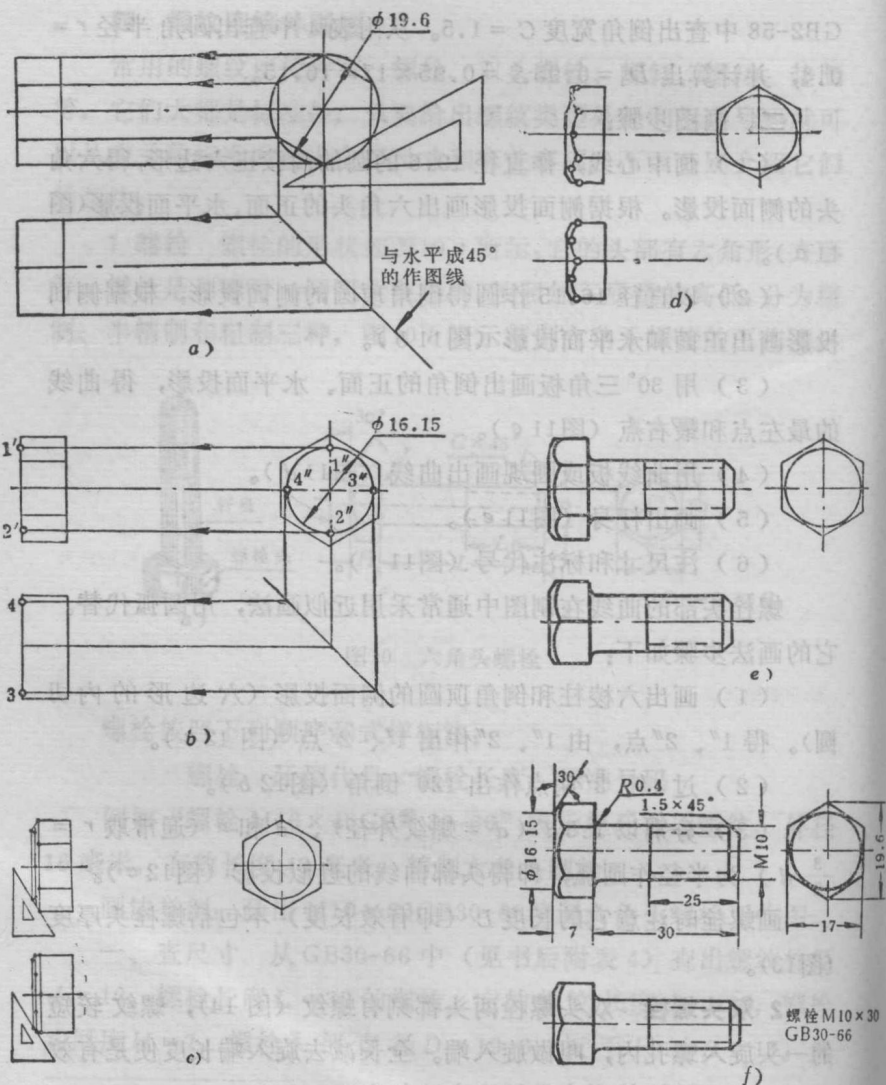

图11 六角头螺栓的画图步骤
(1) 画中心线，作直径 19.6 的圆的内接正六边形，得六角头的侧面投影。根据侧面投影画出六角头的正面、水平面投影(图 11 a)。
(2) 以直径 16.15 作圆得倒角顶圆的侧面投影，根据侧面投影画出正面和水平面投影(图 11 b)。
(3) 用 30° 三角板画出倒角的正面、水平面投影，得曲线的最左点和最右点(图 11 c)。
(4) 用曲线板或圆规画出曲线(图 11 d)。
(5) 画出杆身(图 11 e)。
(6) 注尺寸和标注代号(图 11 f)。